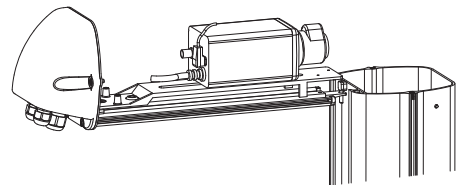

Fig. 02
Zum Öffnen des Schutzgehäuses die an der Rückwand auf halber Höhe seitlich angebrachten Schrauben lösen (01), den Körper herausziehen (02), an der dafür gedachten Haltevorrichtung anhängen (Fig. 02, Seite 4) und den Innen- und Außenschlitten in Arbeitsstellung belassen. Bevor Sie das Gehäuse schließen, entfernen Sie bitte von dem lose beigepackten Silikat-Salzbeutel die äußere transparente Verpackung. Legen Sie nun den weißen Beutel in das Innere des Gehäuses.